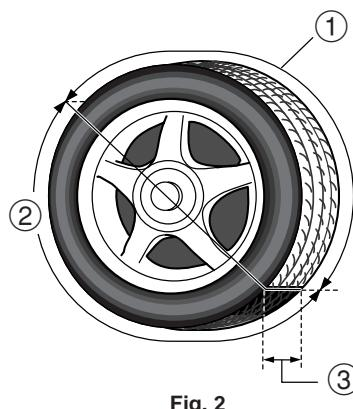

Fig. 2
- Magnetizing the tire as well as the removal of magnetism is performed from edge to edge across the width of the tire. (Fig. 2)
- La magnétisation ou la démagnétisation du pneu s'effectue de bord à bord et sur toute la largeur du pneu. (Fig. 2)